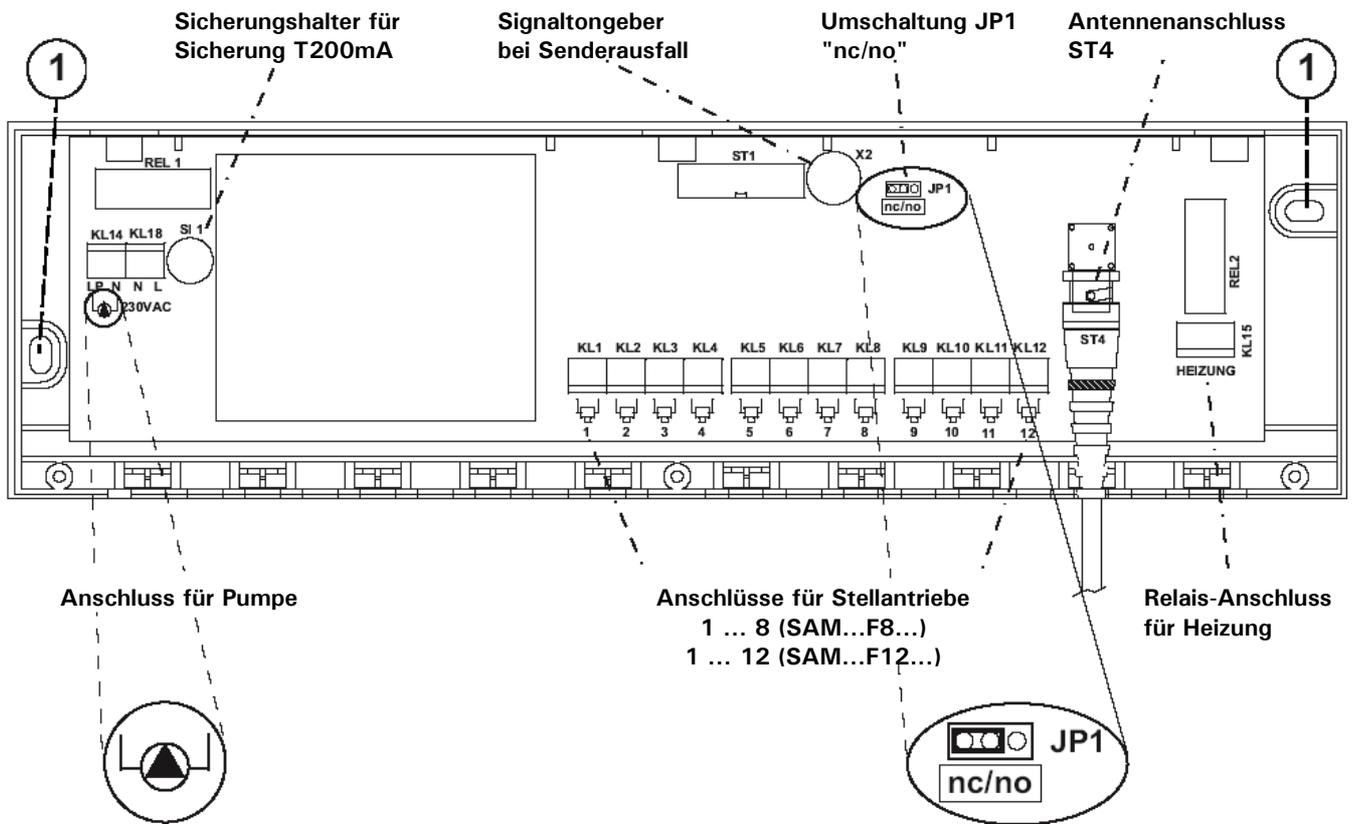

Abb. 4
Die integrierte Pumpenlogik schaltet einen Relaisausgang (230VAC) zur direkten Ansteuerung einer Pumpe im Heizkreis. Dieser Ausgang ist mit  gekennzeichnet (Abb. 4). Daneben steht ein potentialfreier Relaiskontakt mit der Bezeichnung "Heizung" zur Verfügung, mit einer Therme o. Ä. gesteuert werden kann.
Werkseitig sind die Stellantrieb-Ausgänge für stromlos geschlossene (nc) Stellantrieben geschaltet. Durch Umstecken der Brücke auf der Stiftleiste JP1 (Abb. 4) sind die Ausgänge für stromlos geöffnete (no) Stellantriebe konfigurierbar.
- Funkempfänger an einem geeigneten Ort (z.B. im Heizkreisverteiler oder an der Wand) befestigen (Abb. 4 **1**).
- Antenne mit dem Antennenanschluss ST4 (BNC-Kupplung) verbinden (Abb. 4, Abb. 5).